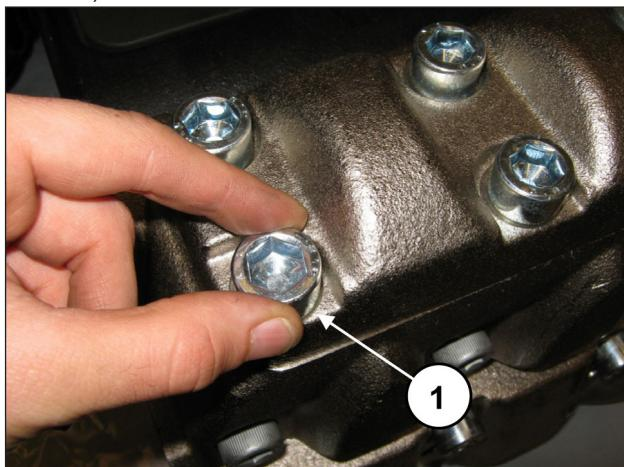
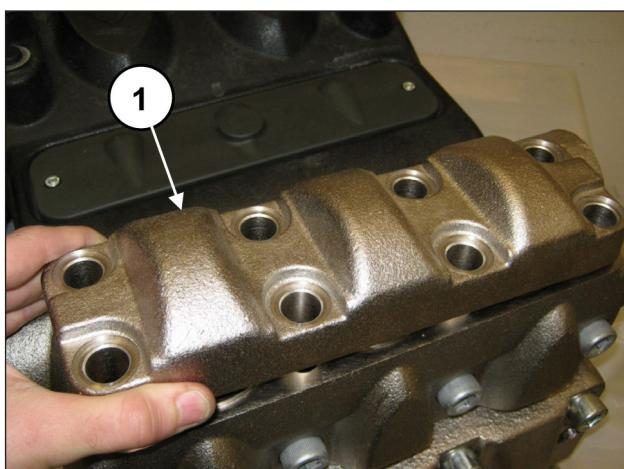

Abb. 133
Abb. 134
Lösen Sie die 8 Schrauben M16x45 des Druckventildeckels (Pos. ①, Abb. 133) und nehmen Sie den Deckel ab (Pos. ①, Abb. 134).